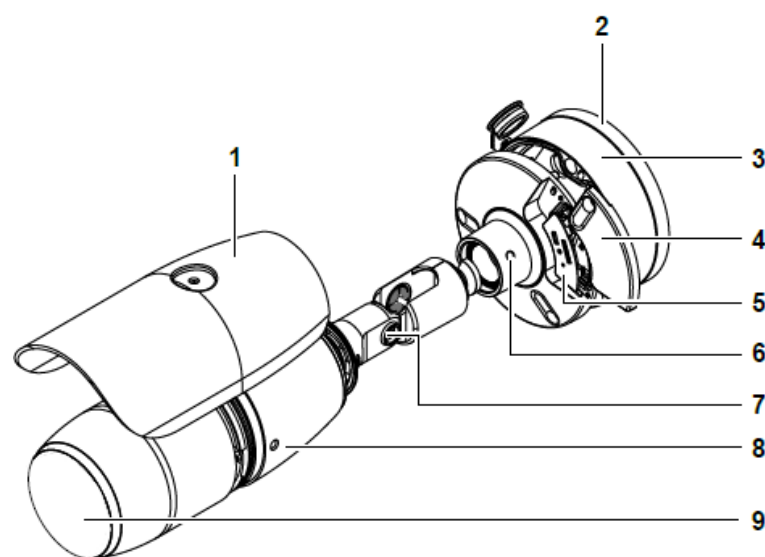

Figura 1
Peças da câmara: Figura 1
10. Fixe firmemente o corpo da câmara (8) (Figura 1) à base da câmara com os três parafusos.
4. Segure a placa de montagem (2) (Figura 1) junto à superfície e alinhe os orifícios da placa de montagem com os orifícios de Ø 5 mm e fixe firmemente a placa de montagem à superfície com os quatro parafusos.
5. Desaperte os três parafusos na base da câmara (3) (Figura 1) para retirar a câmara da respetiva base.
- Desbloqueie o parafuso (6) (Figura 1) e incline o corpo da câmara.
- Desaperte o parafuso de orelhas na cobertura do para-sol (1) (Figura 1) para mover a cobertura do para-sol para a frente e para trás sobre o corpo da câmara.